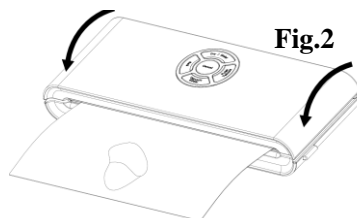

Fig.2
3. Plasser den ene enden av posen oppå forseglingsstrimmelen, men ikke sett den inn i vakuumkanmeret – *Fig. 2*.
4. Bruk begge hender, og trykk dekselet ned på begge sider til du hører at det klikker på plass på begge sider – Fig. 2